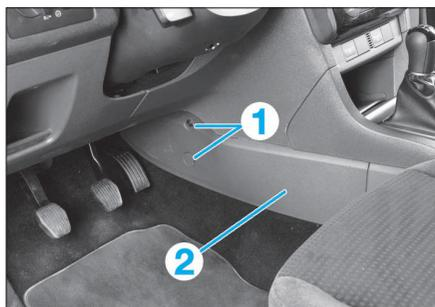

FIG. 25
- Déposer les vis (1) (Fig.25) puis les prolonges de console centrale (2) (une de chaque côtés).